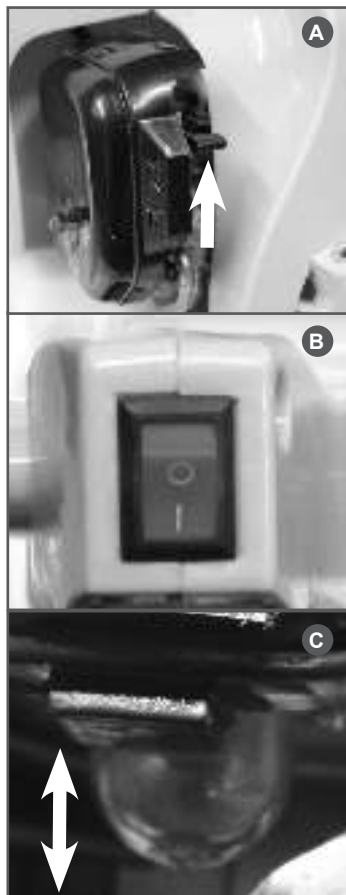

Рис. 9 Запуск двигателя
4. Закройте воздушную заслонку карбюратора. Для этого рычаг управления воздушной заслонкой установите в верхнее положение «ЗАКРЫТО» (Рис. 9А).
5. Выключатель зажигания (Рис. 9В) установите в положение «I» (ВКЛЮЧЕНО).
6. Прокрутите топливо через карбюратор. Для этого нажимайте (примерно 5-10 раз) на ручной топливный насос (Рис. 9С) до появления в насосе топлива и возникновения сопротивления при нажатии.